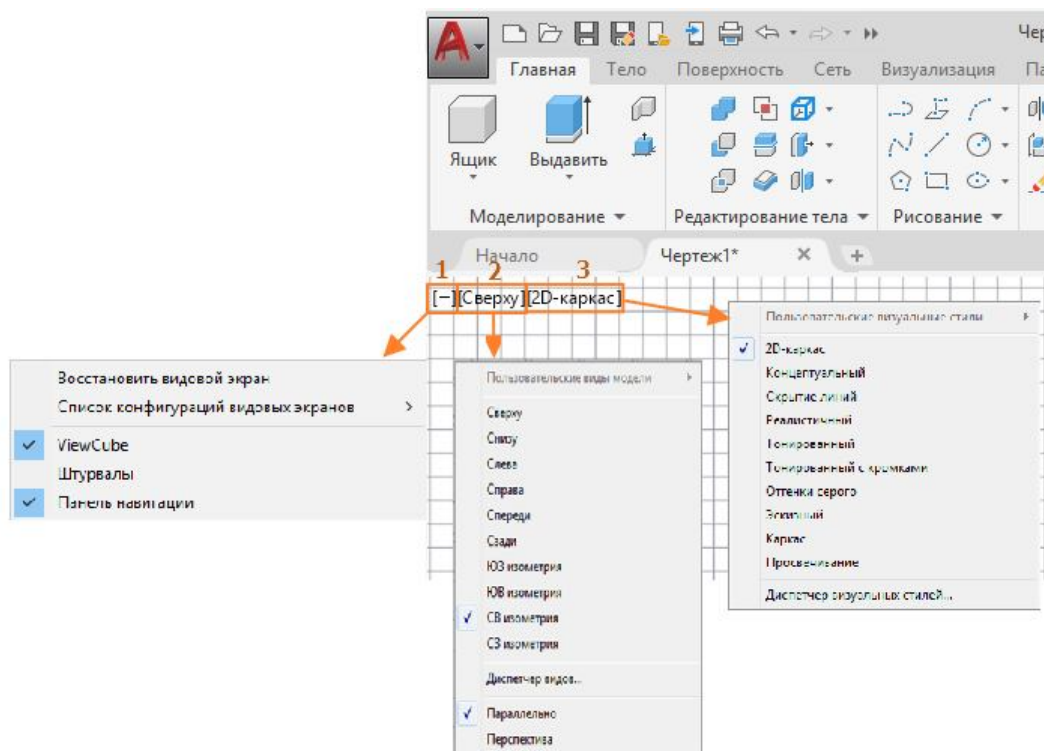

Рисунок 7.3 – Засоби управління видовим екраном моделі
У лівій верхній частині графічного вікна програми розташовано три засоби управління видовим екраном: *Управление видовыми экранами* (1), *Управление видами* (2) та *Управление визуальными стилями* (3) (рис. 7.3).